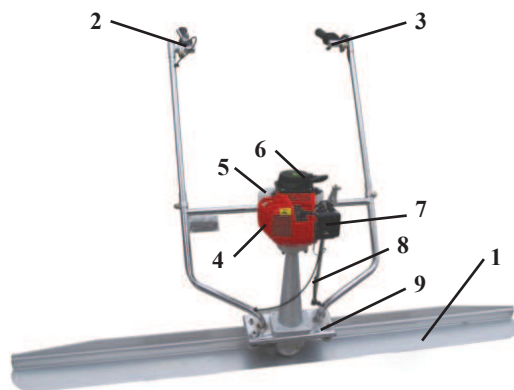

рис.1
4.1 Общий вид виброрейки схематично представлен на рис. 1: